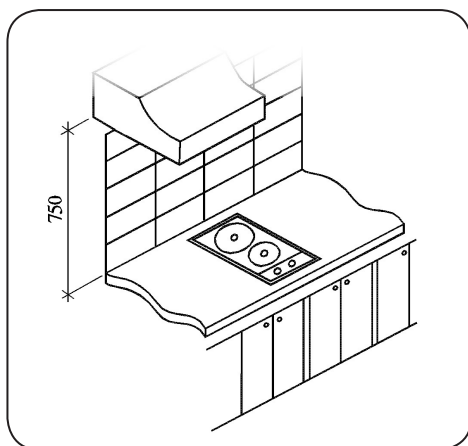

Fig. 7
Prever no tampo onde o cooktop será instalado uma abertura com as dimensões indicadas na tabela 2 [Figura 6], assegurando-se que sejam respeitadas as dimensões mínimas do espaço no qual o aparelho deve ser instalado [Fig. 7].
- Considerar 750 mm como distância mínima, em relação aos queimadores, para um móvel suspenso [Fig. 7].